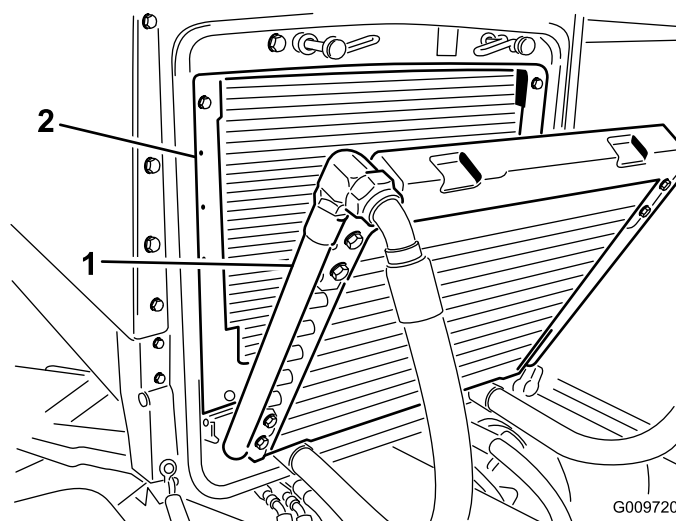

Figura 78
3. Incline o refrigerador de óleo para trás. Limpe ambos os lados do refrigerador do óleo e a zona do radiador (Figura 78) com ar comprimido. Comece a partir da parte frontal e sopre os detritos para fora na direcção da parte posterior. Depois, limpe a partir da parte posterior e sopre na direcção da parte frontal. Repita o procedimento várias vezes até remover toda a sujidade e detritos.